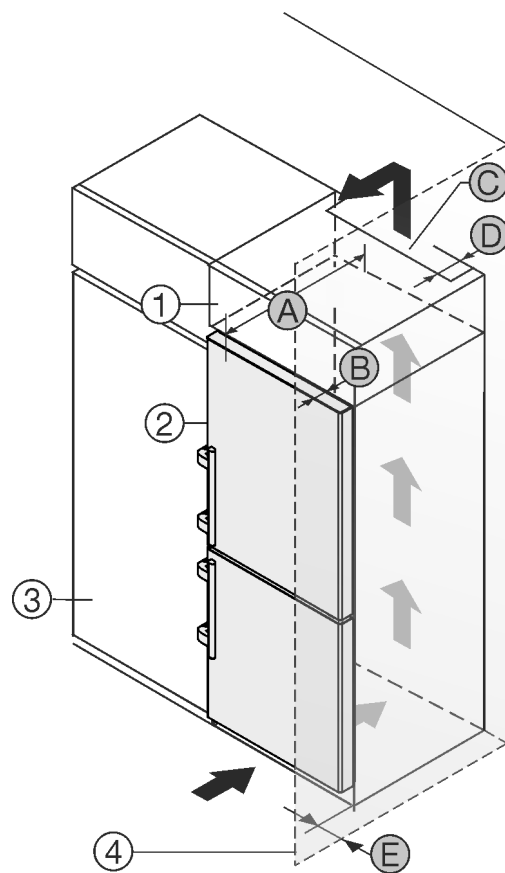

Fig. 2
- (1) Επικαθήμενο ντουλάπι *
- (2) Συσκευή *
- (3) Ντουλάπι κουζίνας *
- (4) Τοίχος *
- (A) Βάθος συσκευής *
- (B) Βάθος πόρτας *
- (C) Διατομή αερισμού *
- (D) Απόσταση πλάτης συσκευής *
- (E) Απόσταση από το πλάι της συσκευής *
Μπορείτε να τοποθετήσετε τη συσκευή ακριβώς δίπλα από το ντουλάπι κουζίνας Fig. 2 (3).*
Στην πίσω πλευρά του επικαθήμενου ντουλαπιού πρέπει να υπάρχει ένα κενό εξαγωγής αέρα με βάθος Fig. 2 (D) σε όλο το πλάτος του επικαθήμενου ντουλαπιού.*
Κάτω από την οροφή του δωματίου πρέπει να τηρείται η διατομή εξαερισμού Fig. 2 (C).*
Εάν τοποθετήσετε τη συσκευή με τους μεντεσέδες δίπλα σε κάποιον τοίχο Fig. 2 (4), τότε πρέπει η απόσταση ανάμεσα στη συσκευή και στον τοίχο να ανέρχεται σε τουλάχιστον 57 mm. Αντιστοιχεί στην προεξοχή της χειρολαβής όταν η πόρτα είναι ανοιχτή.*
Για να μπορείτε να ανοίγετε τελείως την πόρτα, πρέπει η συσκευή να προεξέχει κατά το βάθος της πόρτας Fig. 2 (B) από την πρόσοψη του ντουλαπιού κουζίνας. Η συσκευή μπορεί να προεξέχει περισσότερο, ανάλογα με το βάθος των ντουλαπιών κουζίνας Fig. 2 (3) και την χρήση αποστατών τοίχου.*